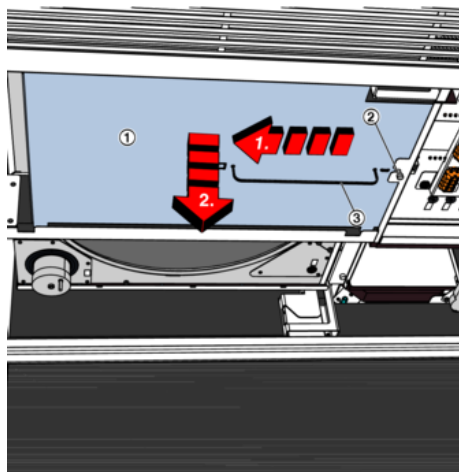

Abb. 73: Dämmung demontieren
- ▶ Dämmelement (*Abb. 73/1*) am RWT entfernen, dazu die Schraube (*Abb. 73/2*) lösen. Dann mit Hilfe des Griffs (*Abb. 73/3*) das Dämmelement in Pfeilrichtung bewegen und nach unten entnehmen.